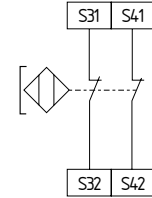

Fig. 6
- Fig. 6: Interruptor de posición final derecha, con efecto parcial sobre el nivel de desconexión 2 (habilitaciones de seguridad 33-34, 43-44)